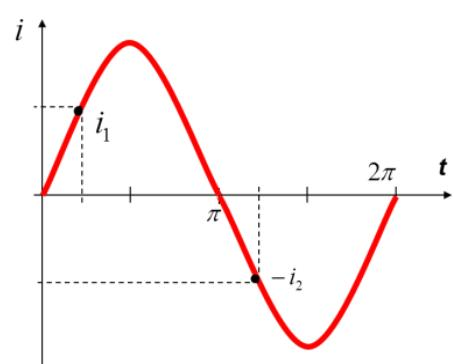

рис.4
- Мгновенные значения тока i , напряжения u , эдс e (рис.4) – значения этих величин в любой момент